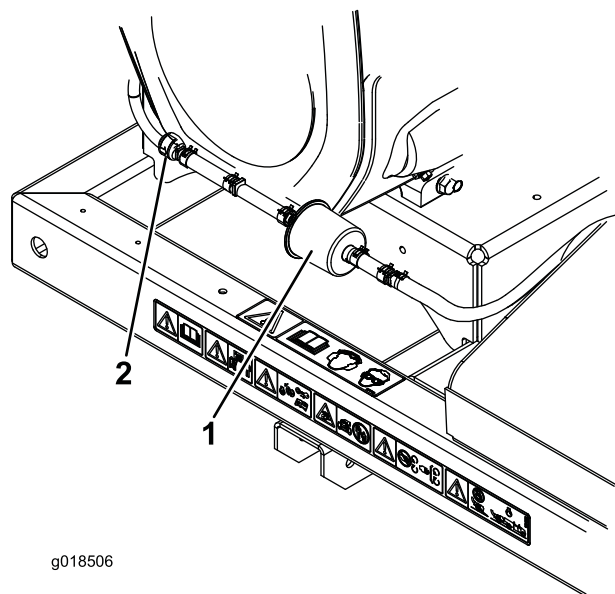

Рисунок 14
2. Переместите шланговые хомуты пружинного типа с обеих сторон фильтра линии продувки с угольным элементом в стороны от фильтра (Рисунок 14).
3. Снимите и удалите в отходы фильтр с угольным элементом (Рисунок 14).
4. Установите новый фильтр в шланг так, чтобы стрелка на фильтре была направлена в сторону обратного клапана, и зафиксируйте его шланговыми хомутами (Рисунок 14).